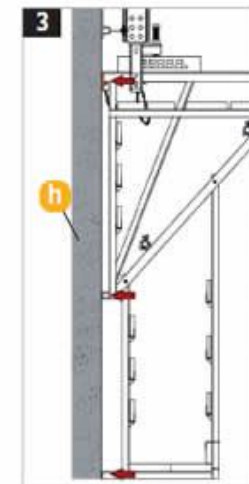

Figura 12 – Verificação de segurança
- Verificar se o pino de segurança está posicionado corretamente e travado. Checar também as cunhas verticais e horizontais e as bases em contato com a estrutura concretada. Todas as bases devem estar em contato com o concreto (figura 12).